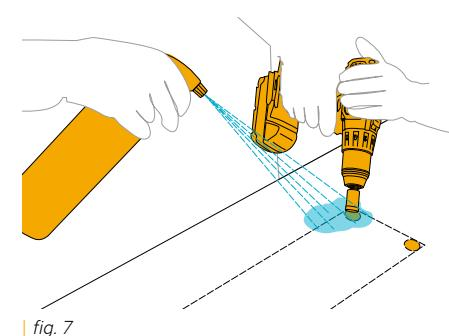

fig. 7
- Pour les trous circulaires dans les plaques, nous recommandons d'utiliser une fraise diamantée du diamètre souhaité et de mouiller constamment la surface avec de l'eau (fig. 6 - fig. 7);